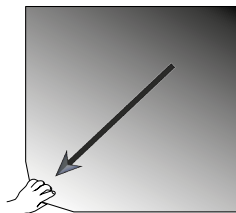

Figura 104: Tappetino antiscivolo: sollevare e tirare via il tappetino per rimuoverlo
1. Per staccare il tappetino antiscivolo sollevarlo su un lato e tirarlo lentamente, staccandolo dalla piattaforma, come illustrato nella Figura 104.